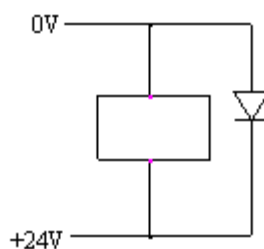
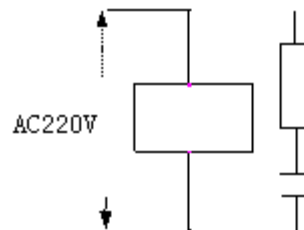
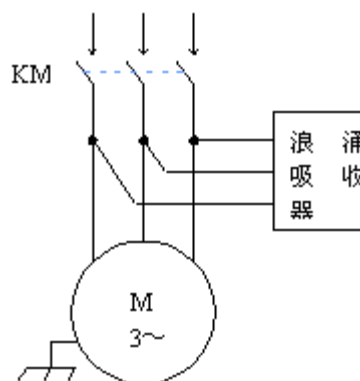

图 1-6
图 1-5
图 1-7
- 3: 抑制干扰：在交流线圈两端并联 RC 回路（ $0.01\mu F$ ， $100\sim 200\Omega$ ，如图 1-5），RC 回路安装时要尽可能靠近感性负载；在直流线圈的两端反向并联续流二极管（如图 1-6）；在交流电机的绕组端并接浪涌吸收器（如图1-7）。